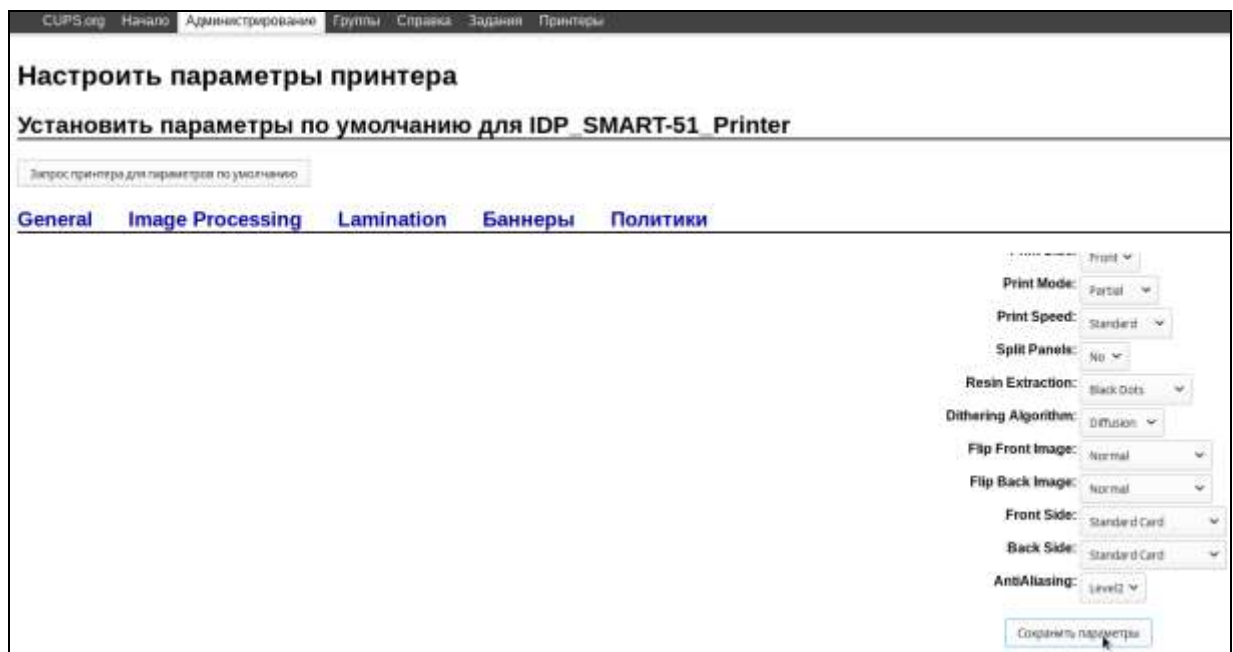

Рисунок 13 — Подсистема печати CUPS. Страница настройки параметров принтера
14) На странице **Настроить параметры принтера** установить параметры (Рисунок 13).